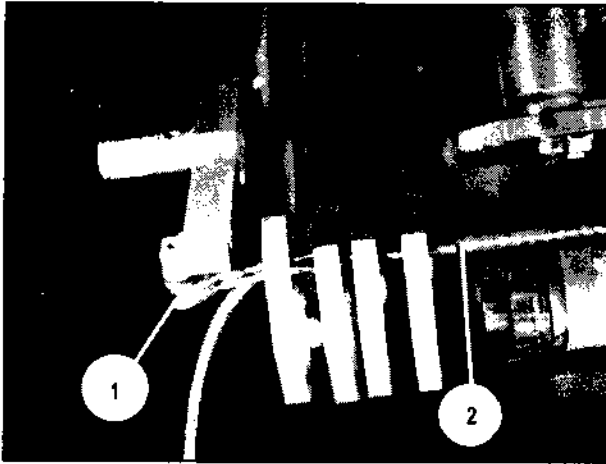

Bild 126
4. Kabel (Bild 125/1 bzw. Bild 126/2) durch die Kabelführungsarme führen und dessen Kabelziehstrumpf (Bild 125/3) mit Schraubverbindung (Bild 125/2 bzw. Bild 126/1) wieder an die Mastspitze anbauen.